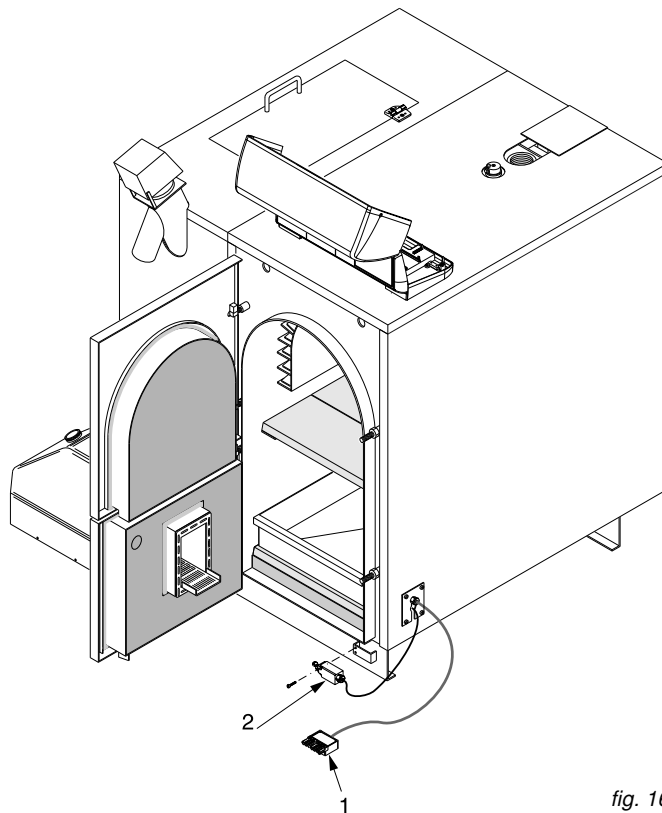

fig. 16
- Fissare il pannello pos. 2 al fianco mantello caldaia.
- Fissare il pannello pos. 6 al fianco mantello caldaia.
- Montare sul basamento il pannello laterale pos. 7 e fissarlo ai pannelli pos. 2 e 6 nonché al basamento stesso.
- Montare il pannello posteriore pos. 8 facendo in modo che il profilo pos. B sormonti il pannello pos. 6.
- Appoggiare la griglia pos. 9 sopra il serbatoio.
- Agganciare il pannello superiore pos. 10 ai 2 fianchi del serbatoio.
- Montare il coperchio centrale pos. 11 con le due cerniere fornite e fissare la maniglia di apertura.
- Il pannello anteriore pos. 14 andrà montato una volta che saranno stati eseguiti i collegamenti elettrici di alimentazione del motore coclea e dei sensori di livello e di intasamento pellets (vedi testo relativo alla fig. 16).
Rif. fig. 16